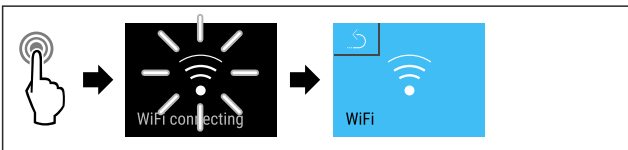

Fig. 118
- ▶ Seguir los pasos de procedimiento (consulte Fig. 118) .